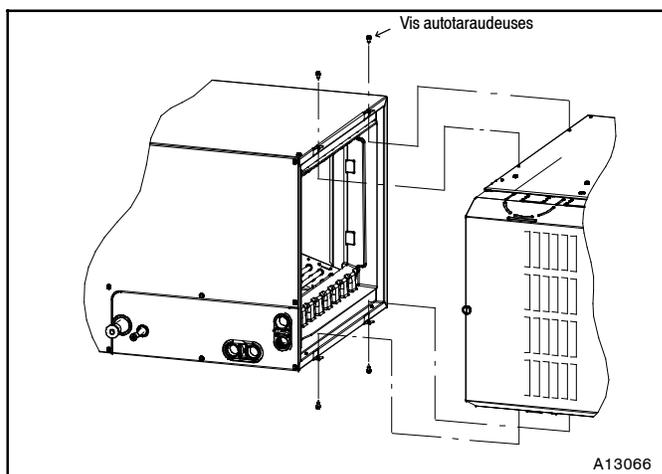

Figure 9 - Installation horizontale vers la gauche
3. Utilisez des vis autotaraudeuses pour fixer l'appareil de chauffage. (Consultez la **Figure 9**.)